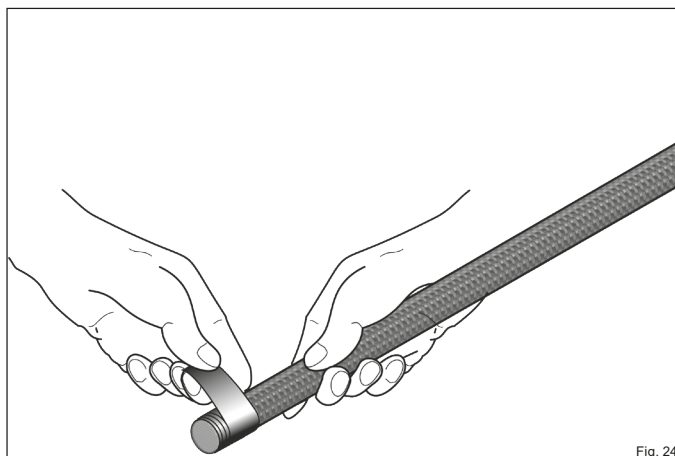
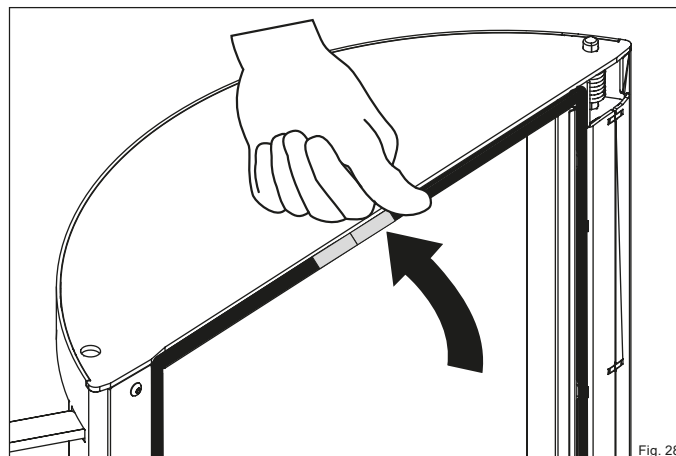

Fig. 24
Fig. 28
- ▶ Enveloppez le nouveau joint avec le ruban de cuivre d'un côté sur une longueur d'environ 3 cm (Fig. 24).
- ▶ Enveloppez également l'extrémité avec du ruban de cuivre (Fig. 24) et appuyez sur le joint dans le guide (Fig. 28).